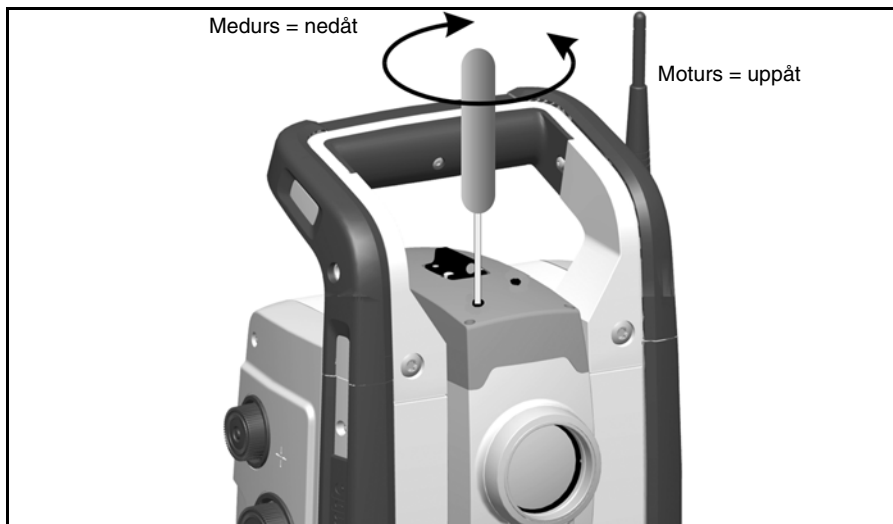

Bild 4.29 Kalibrering av strålens position vertikalt
2. För att justera laserstrålens position vertikalt, sätt in insexnyckeln i öppningen för vertikal justering och vrid som visas i bild 4.29.